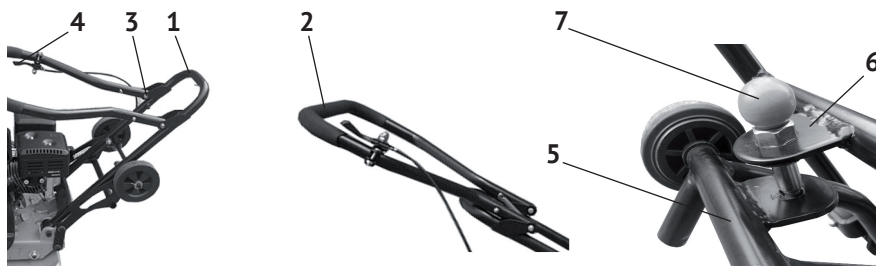

рис.2
3.1 Установка рукоятки управления см. рис. 2:
- ослабить болты крепления (рис.2 поз.3) верхней части рукоятки к нижней (рис.2 поз.1);
- распрямить верхнюю часть рукоятки из транспортировочного положения в рабочее, как показано на рис.2;
- прикрепить (если не установлен) двумя хомутами к верхней части рукоятки рычаг дроссельной заслонки (рис.2 поз.4).
- поднять кронштейн с колёсами (рис.2 поз.5) к пластине нижней рукоятки (рис.2 поз.6);
- скрепить болтом (рис.2 поз.7) кронштейн с пластиной.